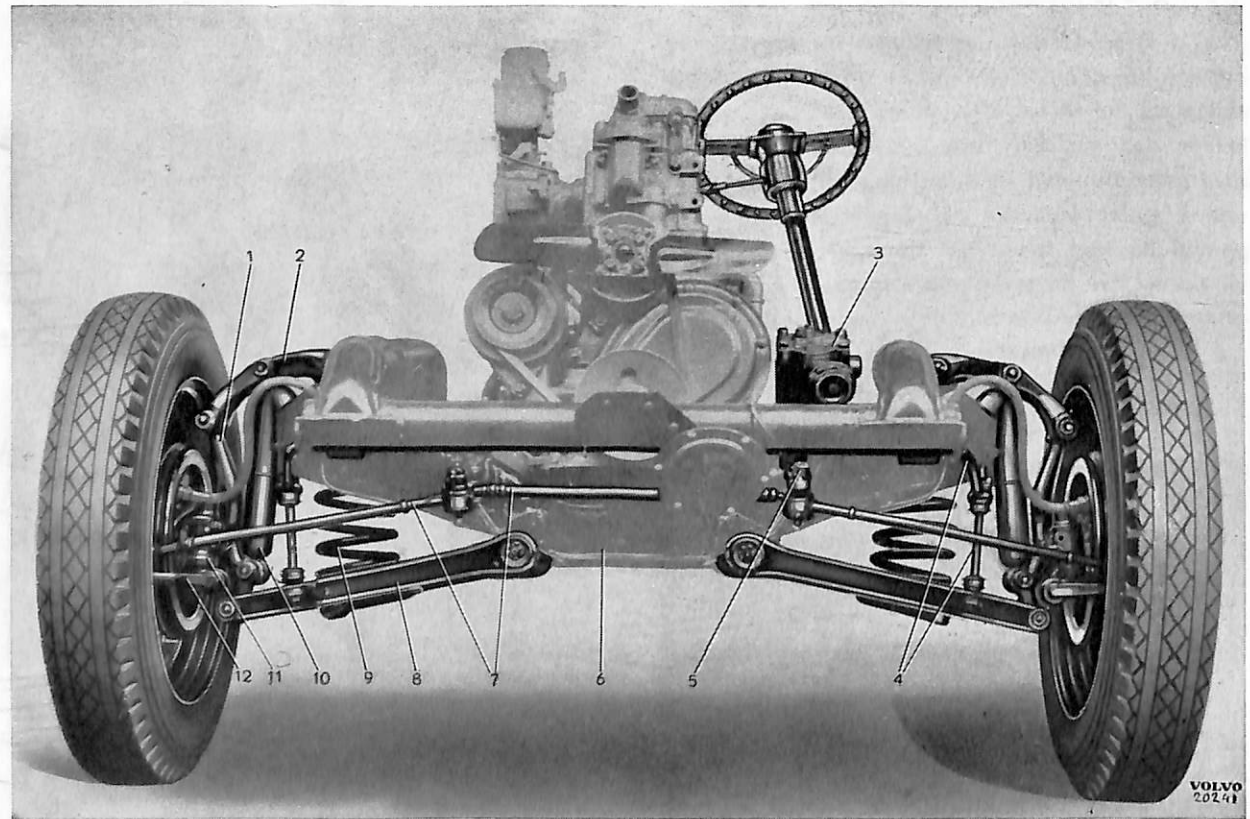

Bild 6. Framaxel och styrinrättning.
Övre och nedre länkmarna (2 resp. 8 bild 6) är i inre ändarna rörligt fästade vid framaxelbalken (6)
Krängningshämmaren (4 bild 6) är dels fastsatt vid de båda nedre länkmarna dels vid karossen (på P 210 vid ramen).